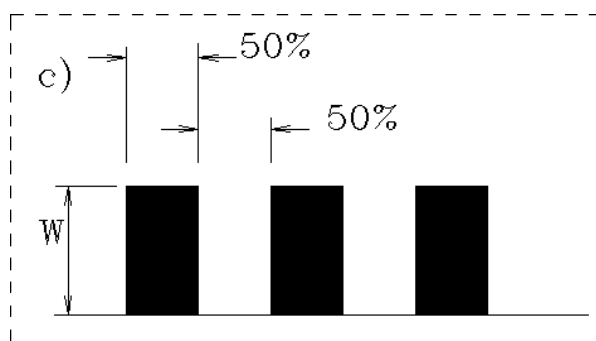

Fig.3
- Agendo sui pedali di attivazione, oppure sui pulsanti del manipolo a controllo manuale, una differente nota acustica ed una segnalazione luminosa sul monitor indicherà quale è la Funzione in uscita, CUT o COAG. L'emissione con una modulazione ON – OFF ed un Duty Cycle del 50% durerà per il tempo che pedale o manipolo saranno azionati, Fig.3